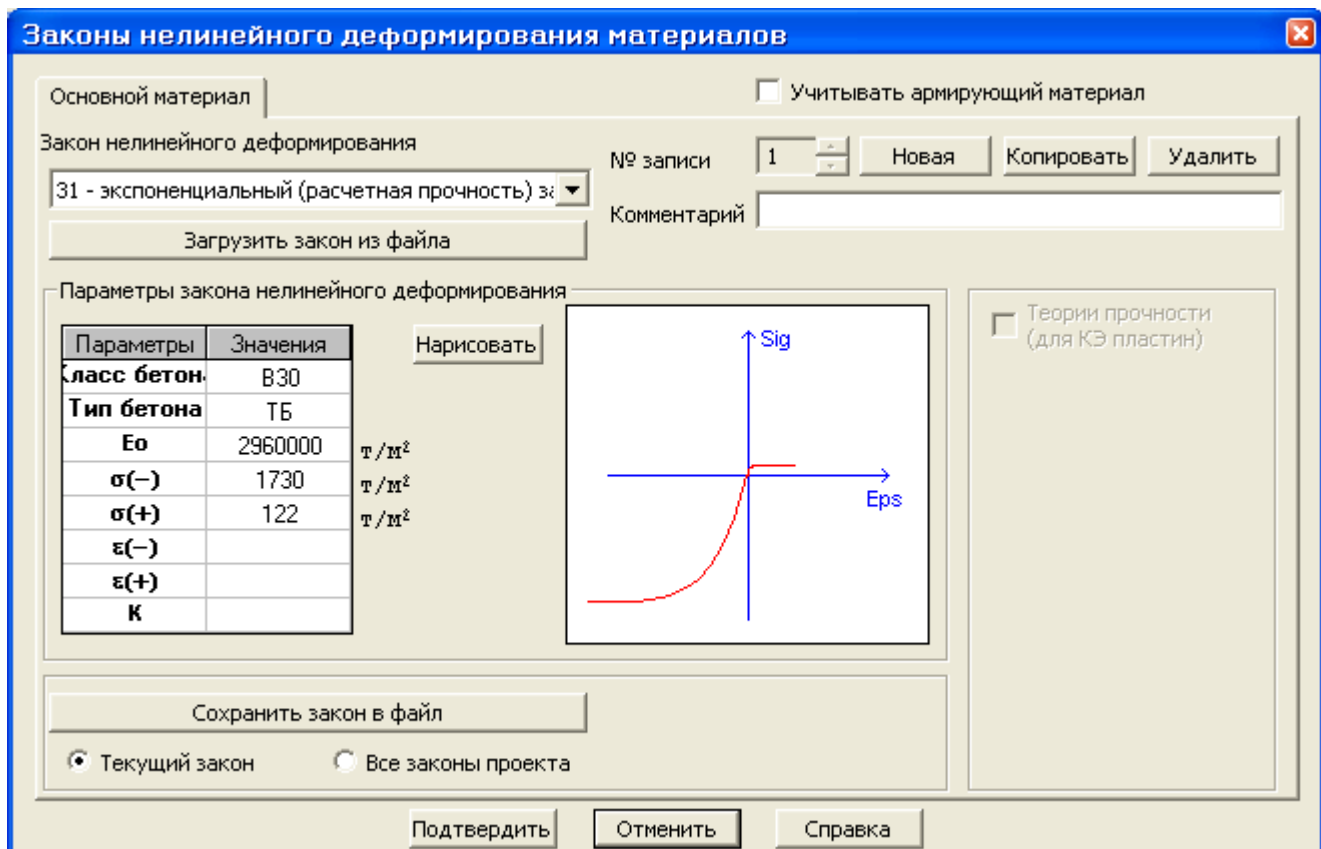

Рис.16.7. Диалоговое окно Законы нелинейного деформирования материалов для основного материала
- Для задания материала щелкните по кнопке **Параметры материала**. Вызывается диалоговое окно **Законы нелинейного деформирования материалов** (рис.16.7).